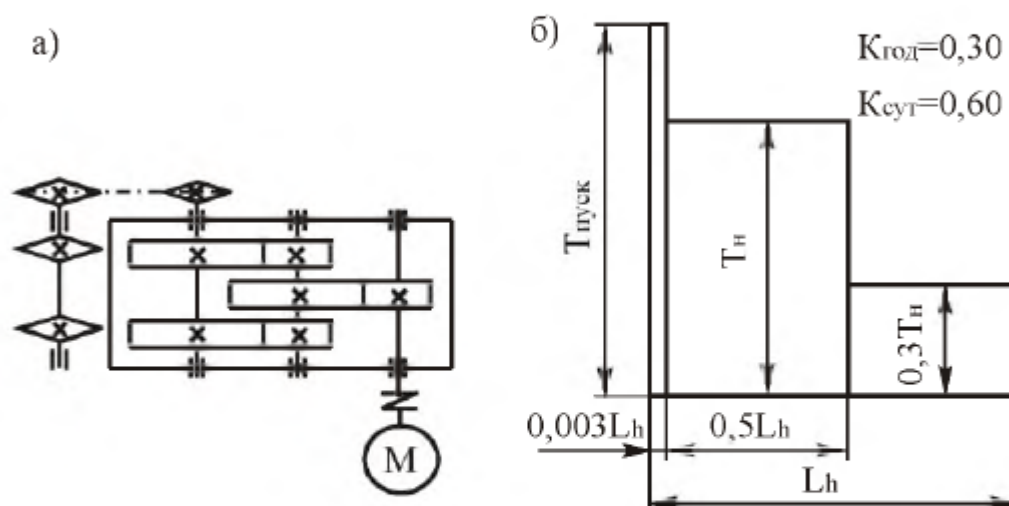

Рис. 6.23. Привод цепного конвейера:
**Тема 23.** Спроектировать привод цепного конвейера (рис. 6.23, табл. 6.23). Привод вала барабана цепного конвейера осуществляется от асинхронного электродвигателя общего машиностроительного применения через цилиндрический двухступенчатый редуктор и открытую цепную передачу. Тихоходная ступень редуктора – цилиндрическая раздвоенная. Входной вал редуктора соединен с валом электродвигателя упругой муфтой.